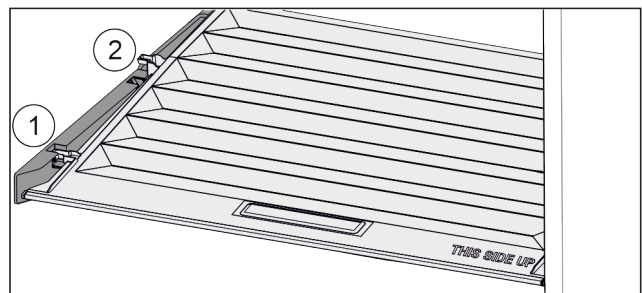

Fig. 36
- ▶ Arrastre hacia adelante Fig. 36 (1) la tapa hasta la abertura en las piezas de soporte.
- ▶ Levántela de la parte trasera desde abajo y quítela Fig. 36 (2) hacia arriba.